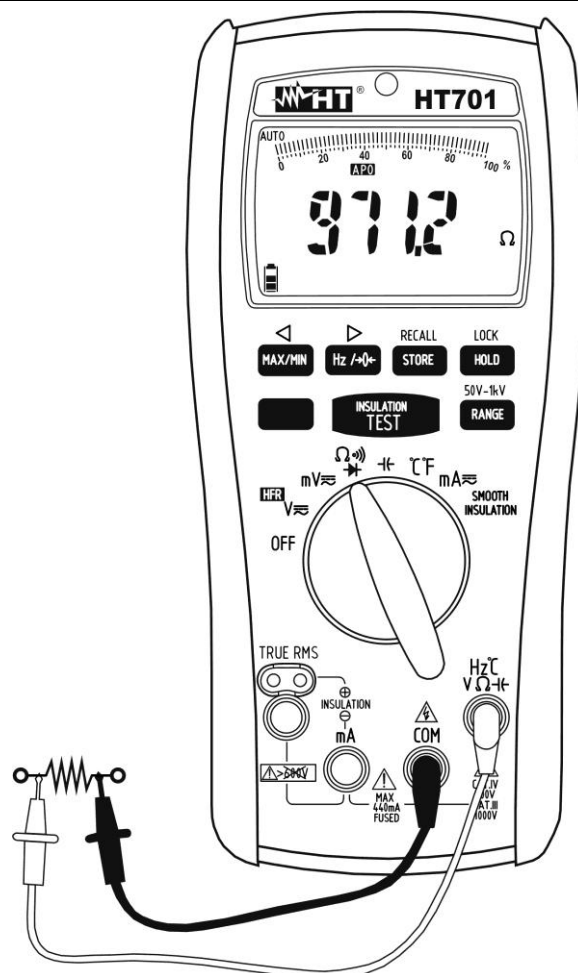

Fig. 6: Uso do instrumento para medir Resistências e Teste de Continuidade
3. Inserir o cabo vermelho no terminal de entrada **Hz°C V Ω** e o cabo preto no terminal de entrada **COM** (consultar a Fig. 6).